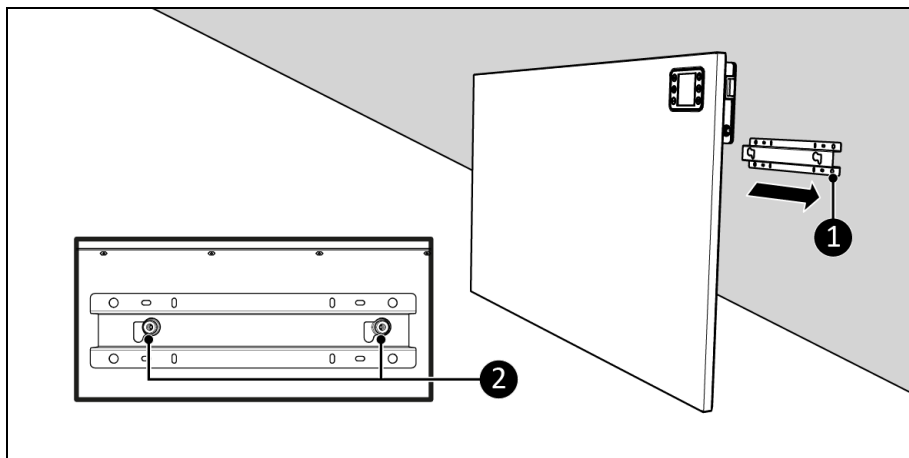

Figure 13
9. Placez le support de l'appareil (figure 13, pos. 2) sur le support mural (figure 13, pos. 1).